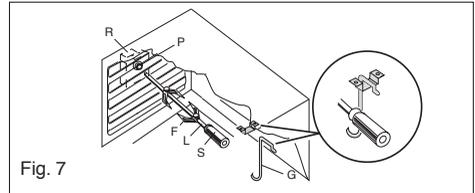

Fig. 7
- Enfiler le poulet ou la pièce à rôtir sur la broche L en prenant bien soin de l'immobiliser entre les deux fourches F et de bien l'équilibrer afin d'éviter des efforts inutiles au moto-réducteur R. (fig. 7).
- Mettre la broche sur le support G, après avoir introduit son extrémité opposée dans le trou P du moteur R (fig. 7). Engager la lèche-frite avec un peu d'eau au dessous de la broche. L'appareil est prévu pour faire fonctionner le grilloir à porte ouverte (fig. 5 A-B). Enfiler le déflecteur S dans les pivots de centrage N présents sur le côté supérieur de l'entrée du four (fig. 5 B). Fermer doucement la porte du four contre le déflecteur.
- Pour enlever la broche opérer de la façon contraire utilisant la manette A et un gant de protection en laine isolante (fig. 7).
Fig. 7 b